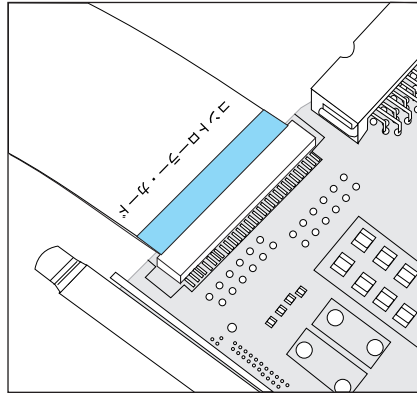
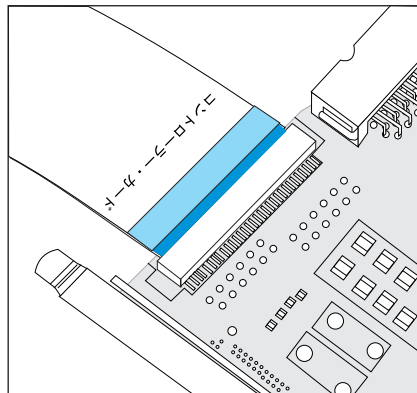

図 96. 正しく取り付けられたサービス・コントローラー・カード・ケーブル
図 97. 正しく取り付けられていないサービス・コントローラー・カード・ケーブル
- b. リボン・ケーブルを再接続する前に、その接点が下方向きであることを確認します。サービス・コントローラーの背面にケーブルを慎重に取り付けます。取り付け中にケーブルがねじれや湾曲が生じないように、まっすぐ取り付けてください。ケーブル・コネクタの各端の紺色の線が見えないことを確認します。これで、ケーブルが完全に装着されます。図 96 および 図 97 を参照してください。